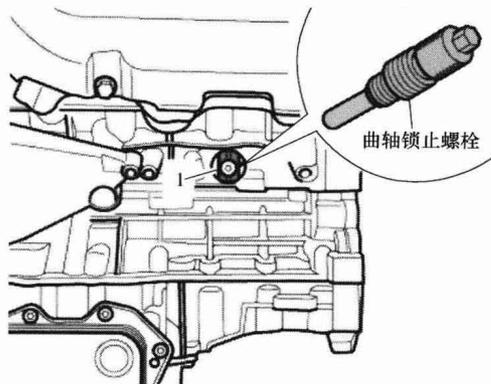
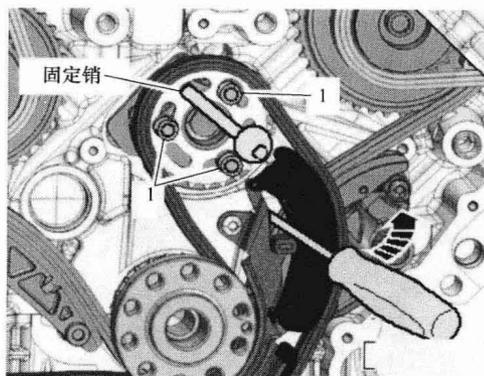

图 1-1-14
图 1-1-19
(6) 如图 1-1-14 所示，将曲轴锁止螺
(5) 旋转曲轴, 将曲轴 1 用曲轴锁止螺栓固定在上止点位置, 如图 1-1-14 所示。
(6) 安装链条张紧器及链条和平衡轴链轮。
(7) 如图 1-1-19 所示, 用固定销将平衡轴卡在“上止点”位置。平衡轴链轮中的长孔必须相对于平衡轴螺纹孔处于中间位置。必要时将链条移动一个齿。
(8) 拧紧链条张紧器螺栓。
(9) 拧入链轮螺栓 1 (图 1-1-19), 不要拧紧, 链轮必须在平衡轴上还能转动并且不得翻转。
(10) 松开链条张紧器时去除定位销。
(11) 用螺钉旋具按压链条张紧器的滑轨 (图 1-1-19 箭头所示), 并同时拧紧链轮螺栓 1。
(12) 从平衡轴中拔出固定销 (图 1-1-19)。
(13) 确保两个气缸盖的凸轮轴已用凸轮轴固定装置固定在“上止点”位置, 如